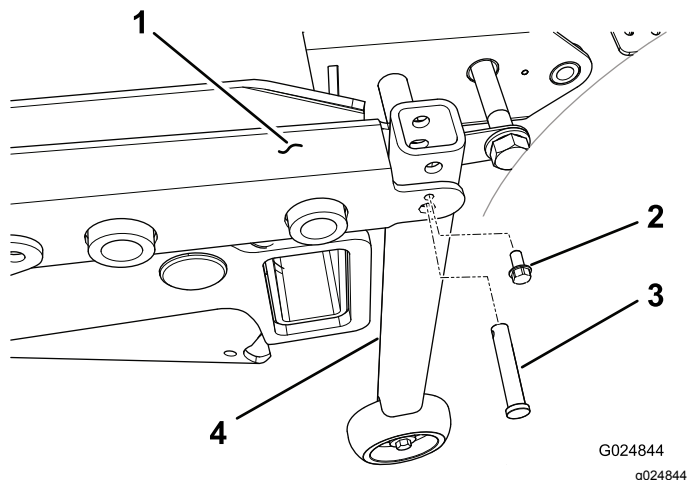

図 47
2. シリアル番号が 312999999 よりも若いマシンでは、デッキフレームの後コーナーそれぞれに垂直チューブサポートアセンブリを取り付けるクレビスピンとタッピングねじ $\frac{1}{4}$ " を使用する 図 47。